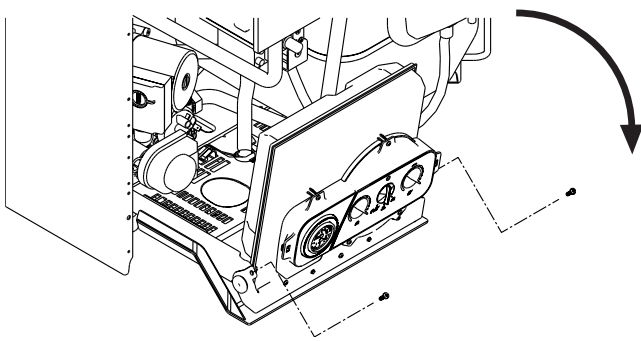

Fig. 3.4
- svitare le viti di fissaggio del cruscotto e ruotarlo (fig. 3.4)
- deșurubați șuruburile de fixare ale panoului de comandă și rotiți-l (fig. 3.4.);